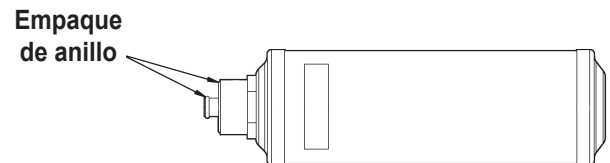

Figura 13
5. Vea el filtro nuevo; verifique que ambos empaques de anillo estén lubricados y colocados correctamente en las ranuras. Consulte la Figura 13. Enrosque el filtro nuevo en su lugar y ajústelo.